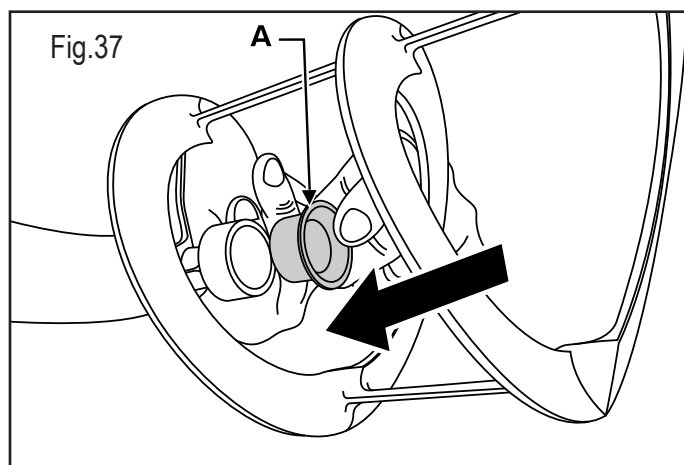

Fig.37
Installez le joint (A) sur la vis s.f. comme le montre la fig.37.